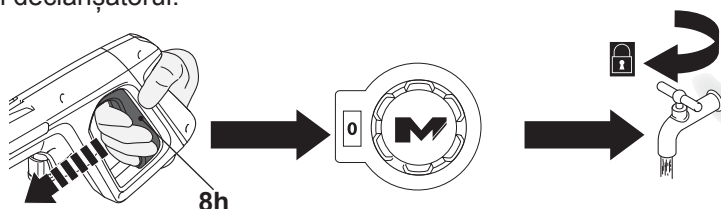

Fig. 17
- > Eliberați declanșatorul (8h) (Fig. 17).